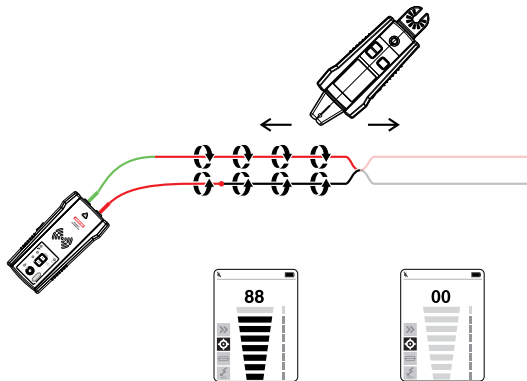

Figure 4.3 : Suivre un câble pour identifier des courts-circuits
1. Raccordez le transmetteur et les cordons de mesure au circuit tel qu'indiqué dans la Figure 4.3.